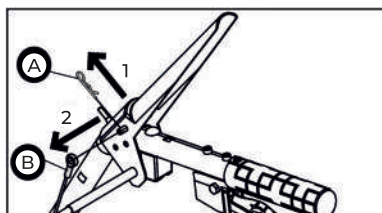

Рис. 5
3) Извлеките штифт (рис. 5А), фиксирующий трос (рис. 5В) и снимите трос с рукоятки. Тросы с привода колёс и шнека должны быть сняты (рис. 5).